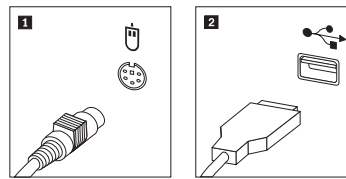

Figura 35. Sostituzione di un mouse
3. Individuare il connettore per il mouse. Vedere Figura 35 e “Ubicazione dei controlli e connettori nella parte anteriore del computer” a pagina 5 o “Posizione dei connettori sul retro del computer” a pagina 6.